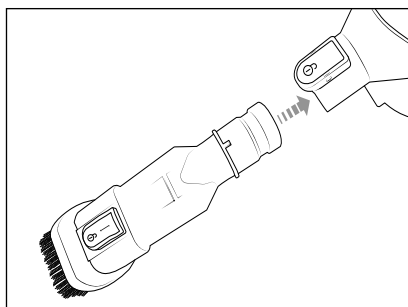

Afb. 7
- ◆ Om de vloerborstel **14** van de telescoopzuigbuis **16** te halen, trekt u de telescoopzuigbuis **16** van de vloerborstel **14** af (zie afb. 7).